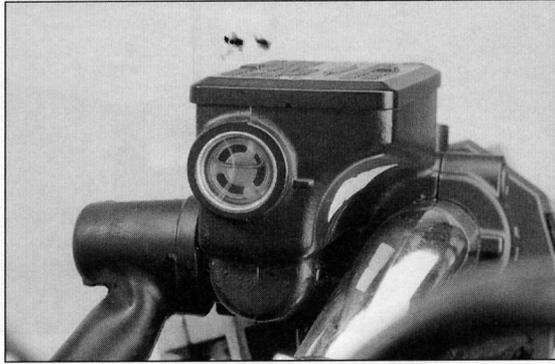

Bild 61
- Deckel des Bremsflüssigkeitsbehälters samt Membran (Bild 61) entfernen und passenden, durchsichtigen Schlauch, der in Auffanggefäß endet, über Entlüftungsventil am Bremssattel stülpen (Bild 62).